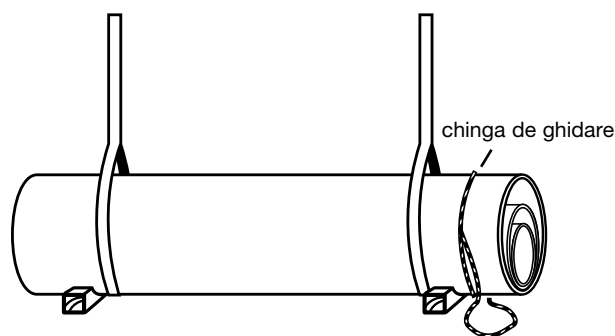

Figura 2-6 Manipularea folosind doua puncte de susținere pentru conductele transportate "una in alta": chinga de ghidare
- 1** Intotdeauna ridicati conductele transportate "una in alta" cu ajutorul a cel puțin doua chingi textile (**Figura 2-6**). Fiecare proiect va specifica regulile de distanțare dintre chingi și locurile de ridicare. Asigurați-vă că chingile de ridicare sunt suficient de puternice ca să susțină greutatea conductelor. Aceasta poate fi calculată în funcție de greutatea aproximativă a conductelor conform anexei H.